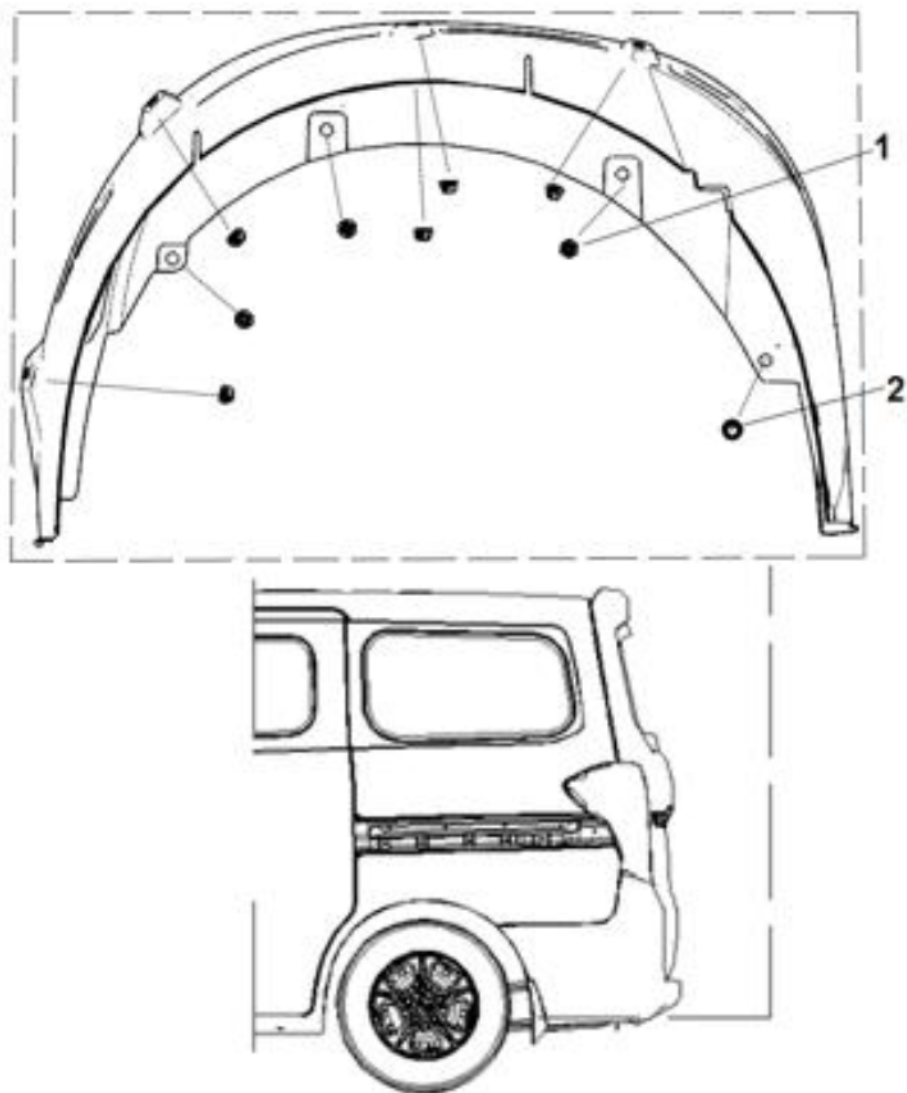

图 1-5-1 左后轮挡泥板的拆卸
- (1)、拆除发动机挡泥板安装支架在前副车架上的螺栓（图 1-5-1 图示标识 1），共两处；
- (2)、完成上述操作即可完成对发动机挡泥板安装支架的拆卸；